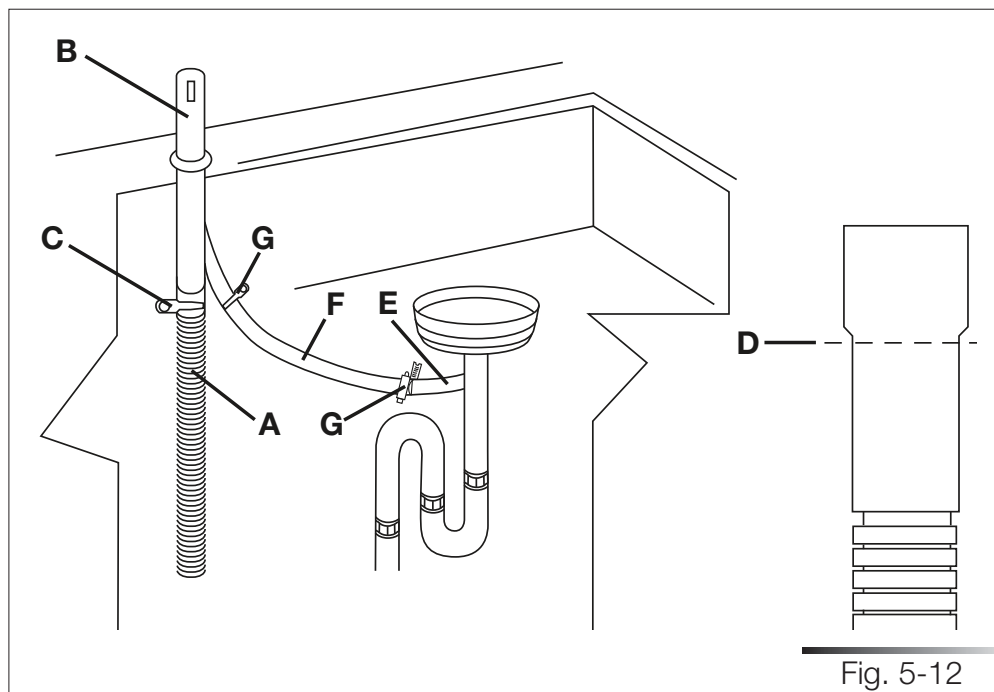

Fig. 5-12
1. Conecte el tubo de evacuación del lavavajillas (ref. A fig. 5-12) al hueco de aire (ref. B fig. 5-12) mediante la amplia abrazadera de muelle (ref. C fig. 5-12); si es necesario, corte el extremo del tubo de evacuación del lavavajillas (ref. D fig. 5-12) (no corte la sección ondulada). Si se ha cortado el tubo de evacuación, utilice una abrazadera de destornillador\* de 38 a 50 mm (de 1-1/2 a 2").
2. Para conectar el hueco de aire (ref. B fig. 5-12) al empalme en "T" (ref. E fig. 5-12) del circuito de evacuación, utilice un empalme de goma\* (ref. F fig. 5-12) con abrazaderas de muelle o de destornillador\* (ref. G fig. 5-12).